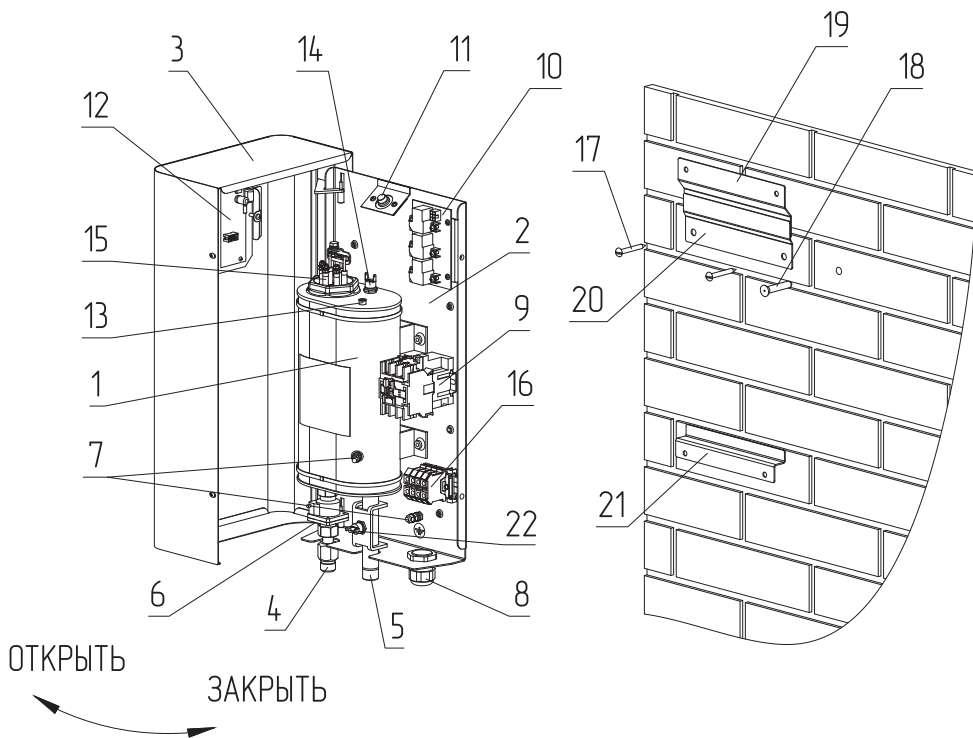
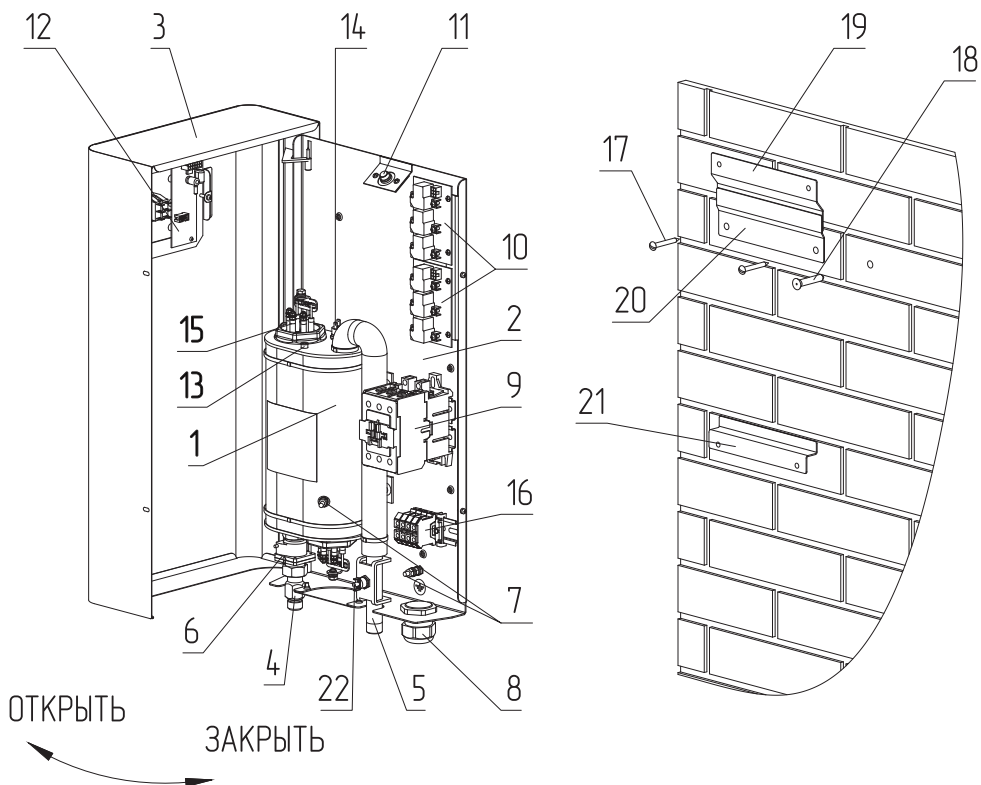
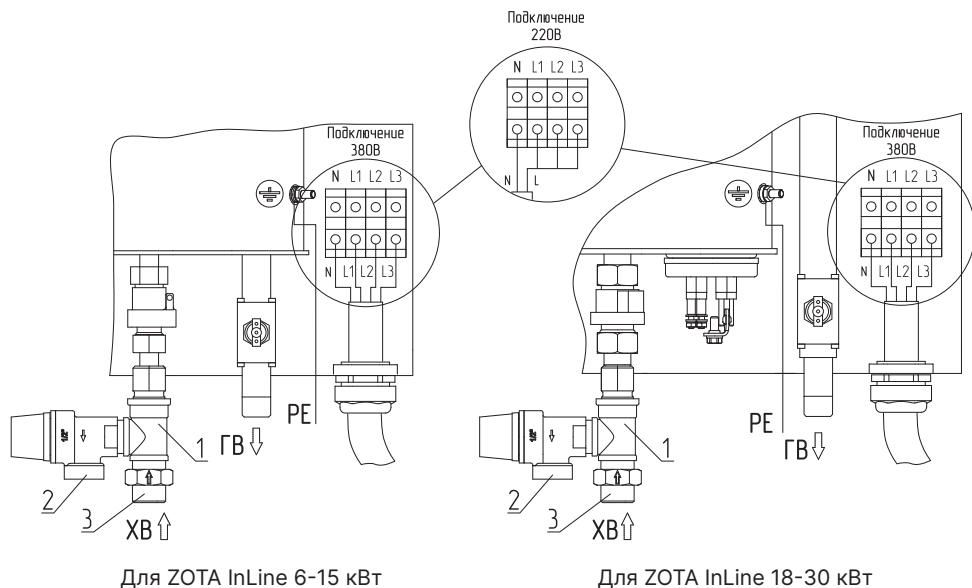

Рис.1 Устройство электроводонагревателя ZOTA InLine 6-15 кВт
Рис.2 Устройство электроводонагревателя ZOTA InLine 18-30 кВт
Рис.3 Схема подключения электроводонагревателя ZOTA InLine
Водонагреватель устанавливается в вертикальном положении, как показано на **Рис.1, Рис.2**. Водонагреватель также можно установить в горизонтальном положении.
- открутить винты крепления блока управления (**Рис.1, Рис.2, поз.12**);
- закрепите кронштейны (**Рис.1, Рис.2, поз.19, поз.21**) на основании водонагревателя с помощью винтов М6х10 с шайбами, как показано на **Рис.1, Рис.2**. При установке электроводонагревателя в горизонтальном положении кронштейны установить на основание с поворотом на 90°;
- закрепите кронштейн настенный (**Рис.1, Рис.2, поз.20**) на вертикальной поверхности в необходимом месте с помощью шурупов с пластиковыми дюбелями;
- установите на него водонагреватель, как показано на **Рис.1, Рис.2**;
- откройте кожух (**Рис.1, Рис.2, поз.3**), как показано на **Рис.1, Рис.2**, предварительно выкрутив два винта крепления кожуха;
- установите комбинированный предохранительный клапан из комплекта поставки на парубок входа воды (**Рис.1, Рис.2, поз.4**), как показано на **Рис.3**;
- присоединить рабочий нулевой провод на клемму нейтраль (N) электроводонагревателя;
- защитный нулевой провод (PE) подключить на болт «ЗАЗЕМЛЕНИЕ» (**Рис.3**).
По окончании монтажа и подключения к электрической сети закройте кожух (**Рис.1, Рис.2, поз.3**), как показано на **Рис.1, Рис.2** и закрутите винты крепления.
- переключите выключатель напряжения (**Рис.3, поз.1**) в положение ВКЛ, при этом он светится красным цветом;
- установите переключатель ступеней мощности (**Рис.3, поз.2**) в положение I;
При достижении скорости потока воды 2,5 л/мин датчик потока воды (**Рис.1, Рис.2, поз.6**) подает сигнал блоку управления (**Рис.1, Рис.2, поз.12**), который в свою очередь через блок силовой (**Рис.1, Рис.2, поз.10**) включает нагрев двух ТЭН. Начинает мигать индикатор температуры воды (**Рис.3, поз.4**). По умолчанию при первом запуске установлена температура 30°C.
- установите необходимую температуру при помощи кнопки (**Рис.3, поз.3**). При этом загорается соответствующий индикатор (**Рис.3, поз.4**).
- При недостаточном нагреве воды при большом разборе необходимо переключатель ступеней мощности (**Рис.3, поз.2**) переключить в положение II или отрегулировать расход воды.
При нагреве воды выше 85°C срабатывает аварийная защита по температуре, отключается нагрев и гаснут индикаторы температуры воды, в этом случае необходимо отключить электроводонагреватель от питающей сети, открыть кожух (**Рис.1, Рис.2, поз.3**) и нажать кнопку датчика перегрева (**Рис.1, Рис.2, поз.22**).
- отсоедините два разъема от блока управления (**Рис.1, Рис.2, поз.12**), установленного на передней стенке кожуха (**Рис.1, Рис.2, поз.3**);